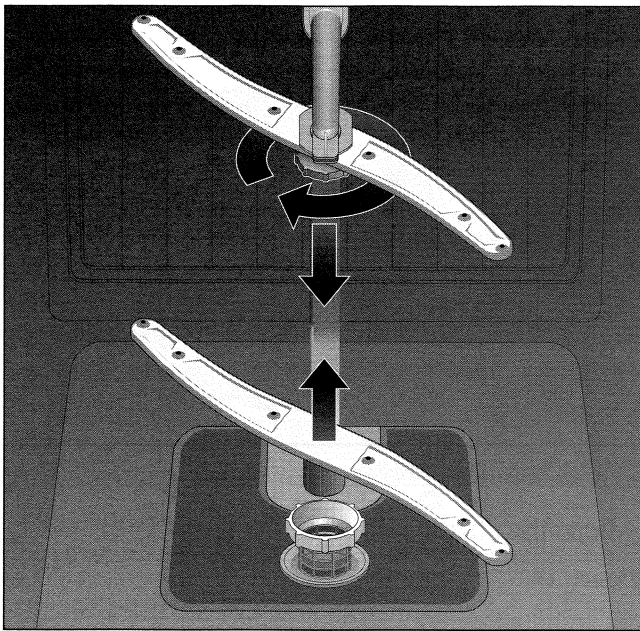

Figura 15.
- > El brazo superior está sostenido por un anillo que lo asegura a su posición. Puede ser removido dándole vuelta, aproximadamente un octavo de vuelta. Vea figura 15.